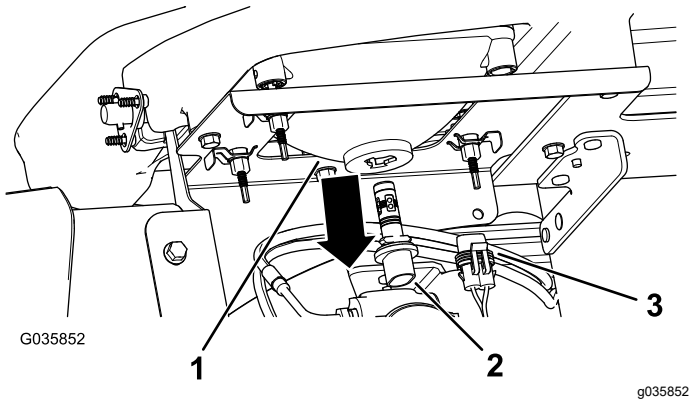

Bild 41
- Schließen Sie den elektrischen Anschluss für den Kabelbaum vom Lampenanschluss hinten am Scheinwerfergehäuse ab (Bild 41).
- Drehen Sie die Birne um eine Viertelumdrehung nach links und bewegen sie nach hinten aus dem Lampengehäuse (Bild 41).
- Setzen Sie die neue Birne und das neue Scheinwerfergehäuse ein und fluchten Sie die Nasen in der Birne mit den Schlitzen im Scheinwerfergehäuse aus (Bild 41).
- Drehen Sie die Lampe um eine Vierteldrehung nach rechts, um sie zu befestigen (Bild 41).
- Schließen Sie den elektrischen Anschluss für den Kabelbaum am Anschluss der neuen Lampe an (Bild 41).